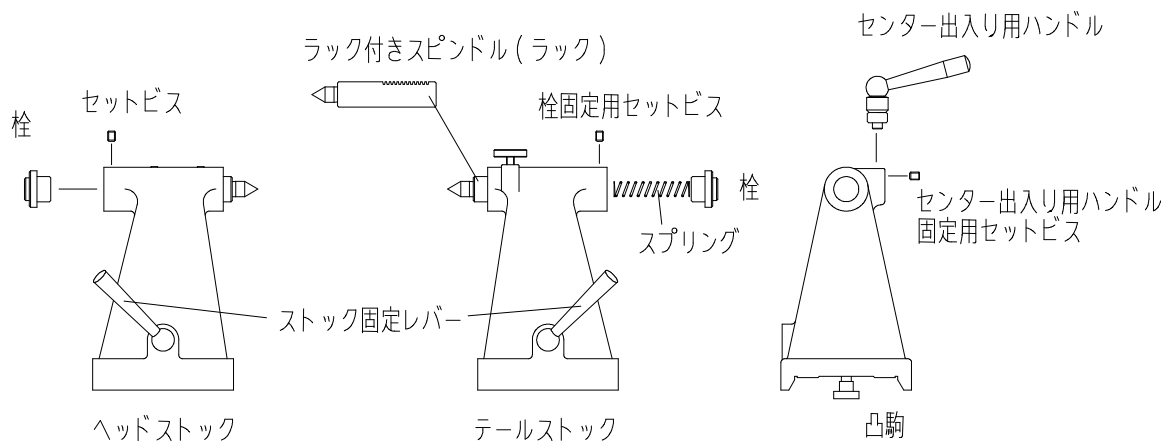

図 4, 凸駒 ・ センター出入り用ハンドルの調整
- ① 図4のように栓固定用セットビスを緩めて栓を取り外してください。